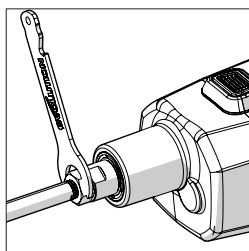

Fig. 2
**Avvertenza:** Il mandrino dell'utensile (Fig. 2) si estende dall'unità motore e ha due placche integrate per riporre la chiave inglese in dotazione. Il foro interno del mandrino ha filettatura  $\varnothing 14$  mm. Tale filettatura interna corrisponde a quella esterna da  $\varnothing 14$  mm che si trova sull'asta della frusta miscelatrice. La frusta miscelatrice deve essere avvitata al mandrino dell'utensile e serrata saldamente.